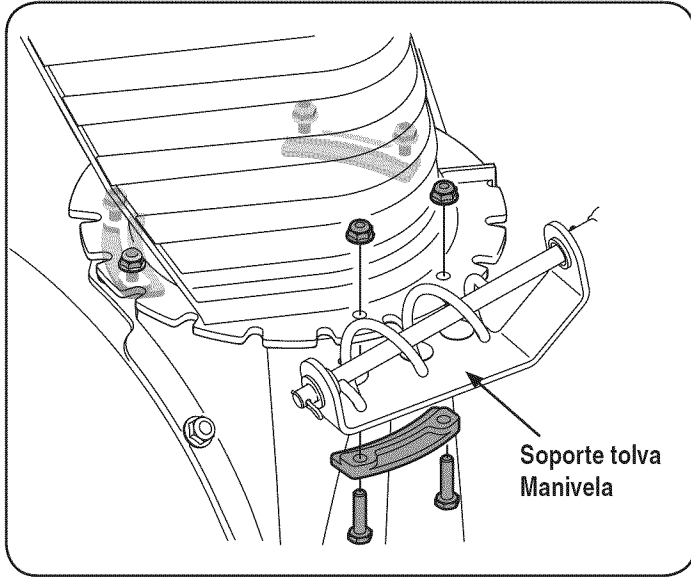

Figura 5
4. Seguro brida anterior poseedor eliminado con tuercas y tornillos de bloqueo. Apriete las tuercas asegurando que los otros dos de mantenimiento de la brida. Véase la figura 5.